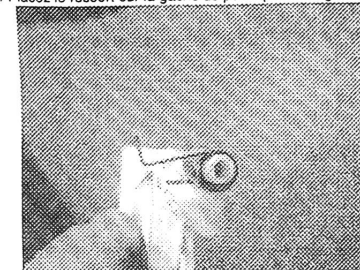

Figure 7
16. Placez le ressort sur la gâche de porte (Voir la Figure 7).